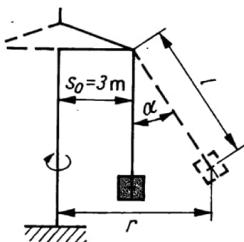

Bild 40
- 3.60** Die Ketten eines Kettenkarussells mit 16 Sesseln (Bild 40) haben eine Länge von 8,0 m. Nach Erreichen konstanter Drehzahl bilden die Ketten einen Winkel von 26° mit der Vertikalen. Berechnen Sie 1. den Radius des Umlaufkreises der Sessel, 2. die Umlaufzeit und 3. die mittlere Leistung, die aufgebracht werden muß, um das vollbesetzte Karussell in 45 s in den angegebenen Betriebszustand zu versetzen. Die Masse eines besetzten Sessels beträgt im Mittel 80 kg. Die Massen der Seile und des Gestänges sowie die Reibung sollen durch den angenommenen Wirkungsgrad von 50% berücksichtigt werden.